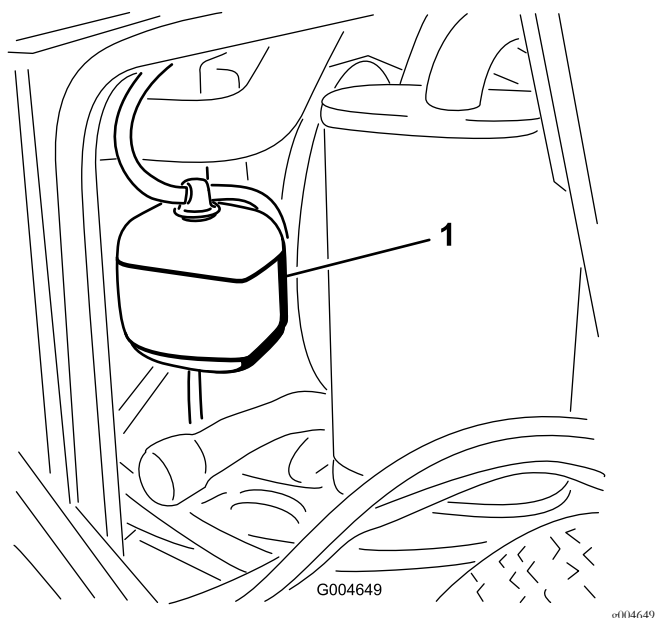

Figure 47
1. Vérifiez le niveau du liquide de refroidissement dans le vase d'expansion (Figure 47).